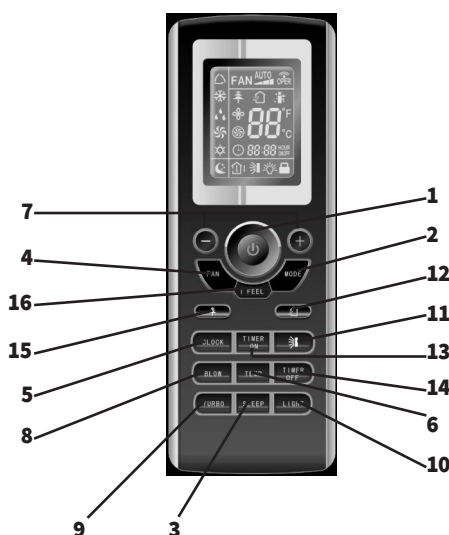

Рис. 5.3 Пульт управления
5.2 Пульт управления кондиционеров моделей GWH24FANK3A1B и GWH28FANK3A1A (Рис. 5.3).